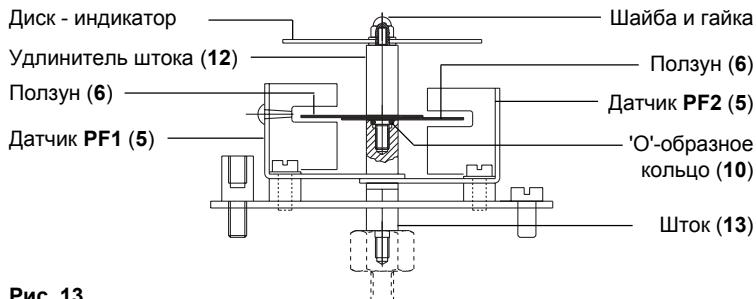

Рис. 13
4.3.13 Установите ползуны (6) на шток (13) и убедитесь, что 'O'-образное кольцо (10) правильно расположено на конце штока. Теперь установите на место удлинитель штока (12) и слегка затяните его. Важно, чтобы ползуны были правильно расположены в пазах датчиков PF1 и PF2. Верхний ползун должен быть расположен в пазе датчика PF1 (5), а нижний ползун - в пазе датчика PF2 (5) (см. Рис. 13).